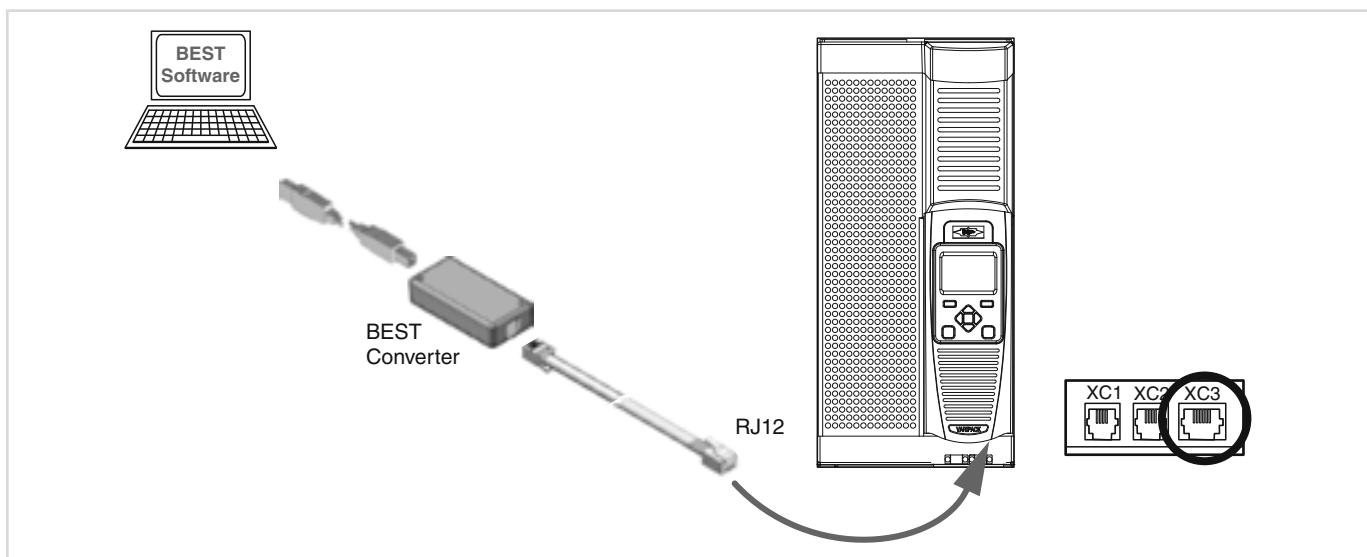

Рис. 18: Подключение преобразователя частоты к PC / мобильным устройствам через BEST- конвертер и кабель RJ12
- Используя кабель RJ12, подключите BEST- конвертер в правое гнездо (XC3), находящееся на нижней стороне блока расширения интерфейсов на преобразователе частоты VARIPACK (см. рис. 18, стр. 31).